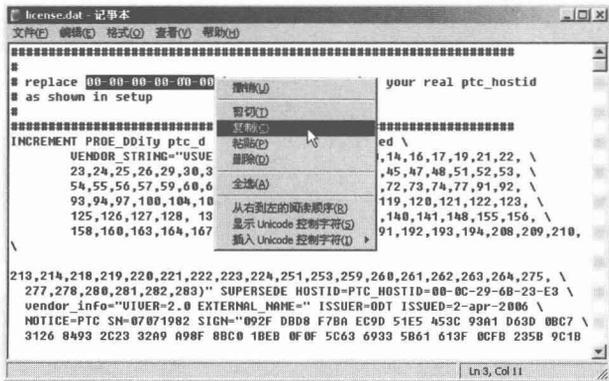
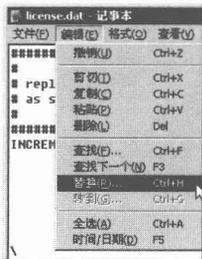

图 1-5 复制网卡号
图 1-6 执行“替换”命令
- 将该文件用记事本方式打开，复制其中的网卡号，如图 1-5 所示。然后执行“编辑>替换”命令（见图 1-6），最后保存文件。